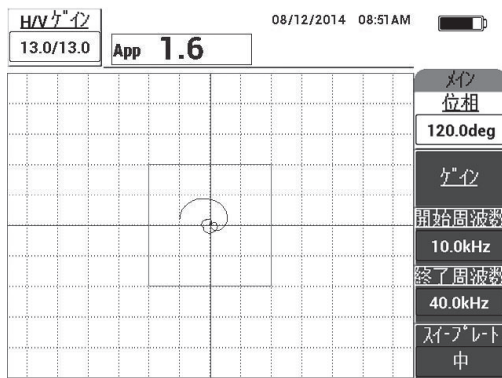

図 6-19 2 区分内のスイープ数値
- プローブチップを標準試験片の問題のない部分に配置し、ゲインキー (**dB**) を押してから、ノブを使用して、スイープ数値がアラームボックス内の 2 区分の範囲に収まるようにゲインを調整します (146 ページの図 6-19 参照)。